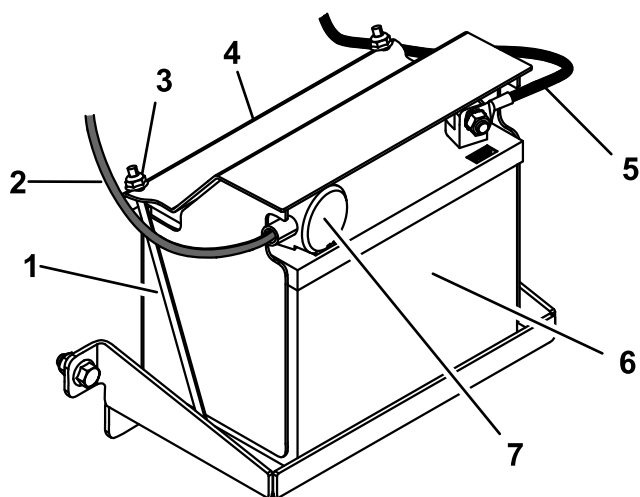

Figure 29
1. Placez la batterie sur son support et fixez-la avec le couvercle, les 2 tiges de fixation et les 2 écrous (Figure 29).
4. Placez le capuchon rouge sur la borne positive de la batterie (Figure 29).